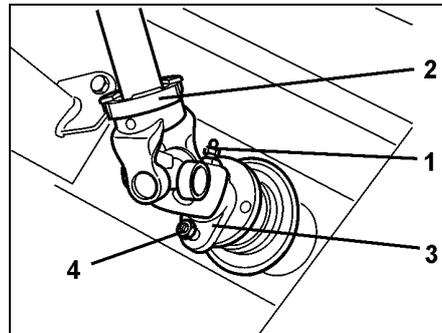

Fig. 37
5. Aflojar el engrasador (Fig. 37/1) y introducir el eje cardánico (Fig. 37/2).
6. Fijar la brida de conexión (Fig. 37/3) con el tornillo de cizalladura (Fig. 37/4).
7. Apretar el engrasador (Fig. 37/1).